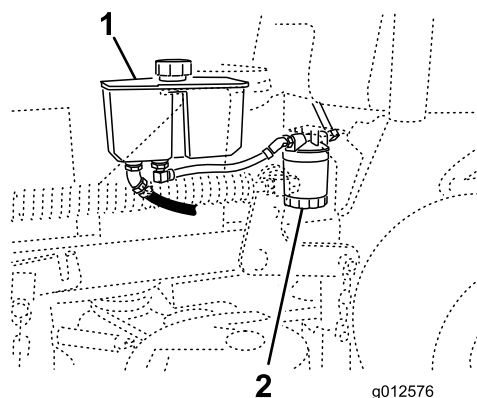

Figure 74
- Trouvez le filtre et placez un bac de vidange au-dessous (Figure 74).